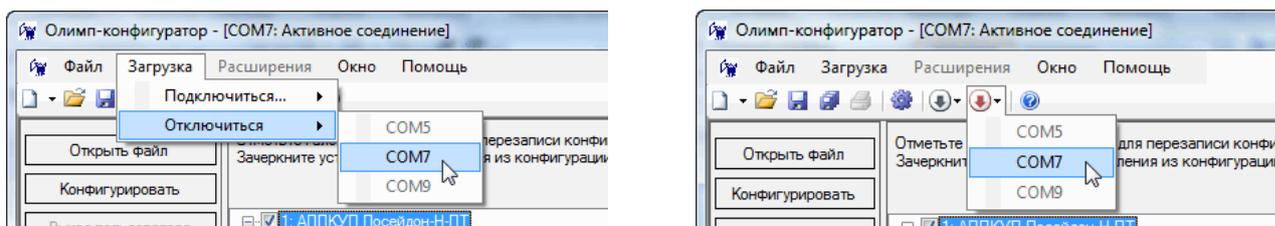

Рисунок 8.16 - Выполнение команды «Отключиться» (слева – через вкладку *Загрузка*, справа – через *Панель инструментов*)
15) Для завершения работы по изменению конфигурации необходимо выполнить команду «Отключиться» (см. рисунок 8.16):